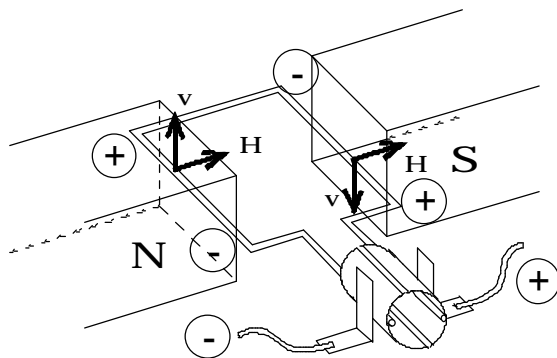

図4 速度起電力の発生
ていることとなります。これは即ちフレミングの右手則の作用条件に他なりません。図4に電機子が
$v$  で移動しています。磁界  $H$  は左から右 (N から S) です。したがって図4に図示したように右手
-、奥が + の電圧が発生します。この電圧を速度起電力と言います。図4から分かるように、速度起